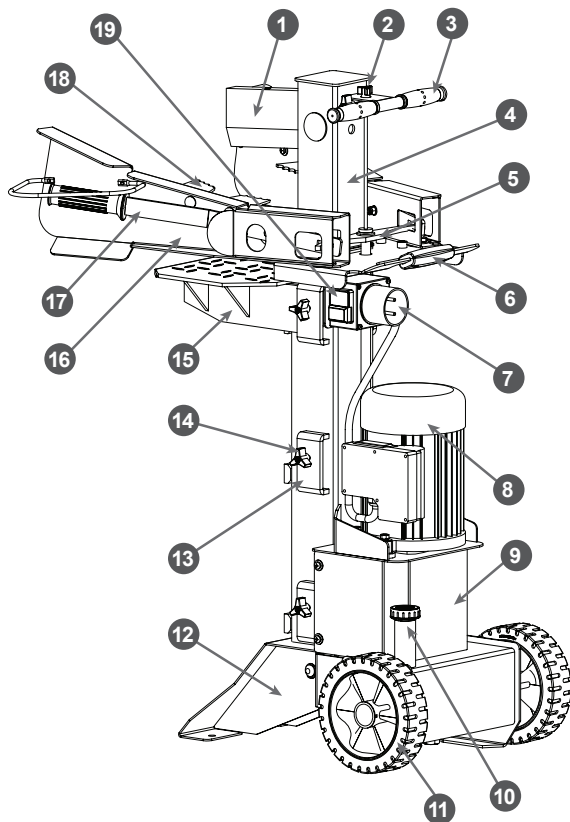

Рис. 1 Расположение основных узлов и органов управления дровокола
Расположение основных узлов и органов управления дровокола представлено на Рис. 1.
13. Проверьте работу выключателя. Включение и выключение дровокола производится выключателем 19 (Рис.1). При включении подвижная часть дровокола поднимается вверх, при выключении – остается в том положении, в котором были отпущен(ы) рычаг(и) управления.